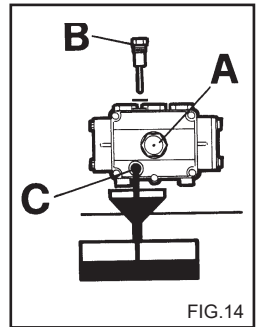

FIG.14
- 2) Den Deckel mit dem Kontrollstab (fig.14) aufdrehen.